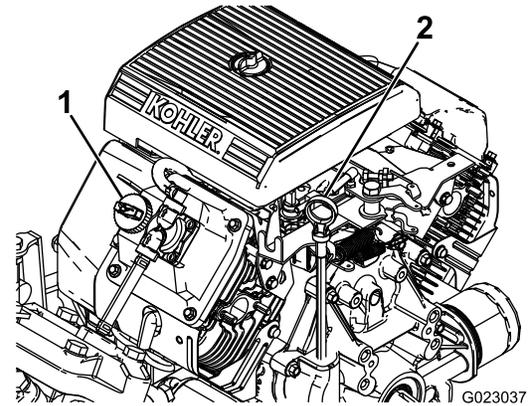

图 11
2. 取出量油尺、用干净的抹布擦拭图 11。
4. 如果机油油位较低、请从气门室盖图 11 上拆下加油颈盖、从开口处注入机油、直至油位达到量油尺上的“已满”标记请参阅 维护机油 \(页码 34\)、了解适合的机油类型和粘度。在此过程中应缓慢添加机油并不时检查油位。切勿过量添加。